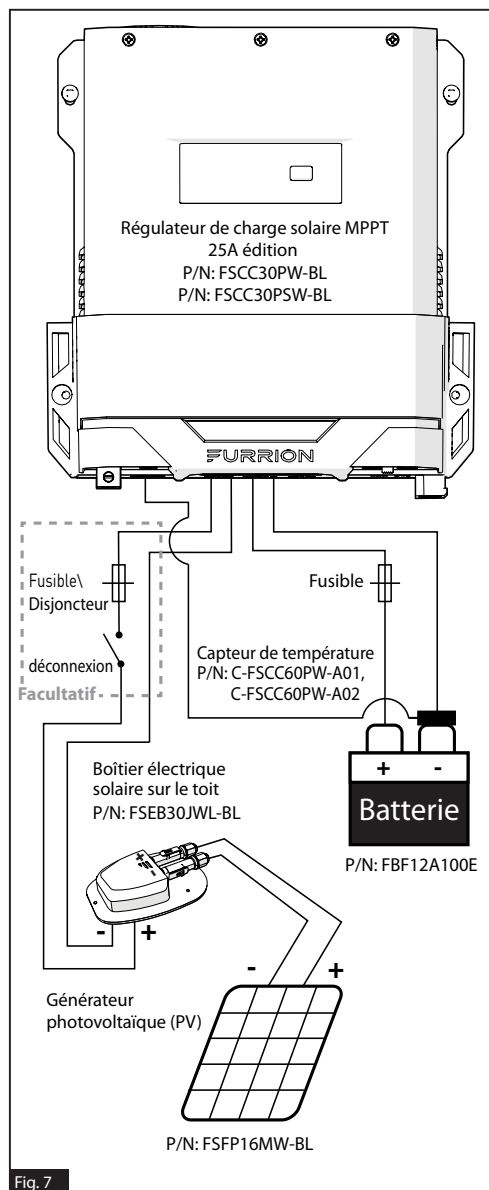

Fig. 7
7. Activez le disjoncteur du générateur photovoltaïque (le cas échéant). (Figure 7/8/9/10)